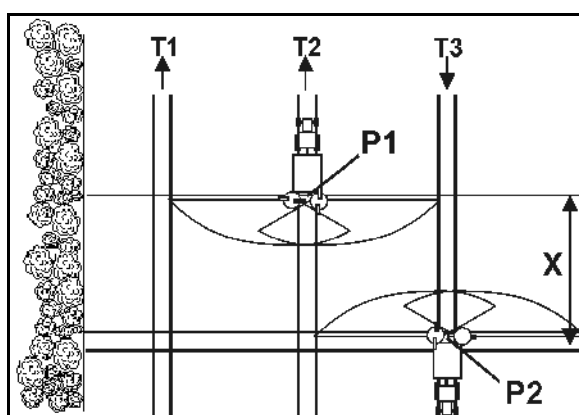

Рис. 69
- Откройте запорные заслонки при въезде на технологическую колею в точке P1 (Рис. 69), если распределяющие диски при прохождении участка X технологической колеи разворотной полосы были сняты.
- Закройте заслонку перед выездом с технологической колеи в точке P2 (Рис. 69), если распределяющие диски находятся на уровне первой технологической колеи разворотной полосы.